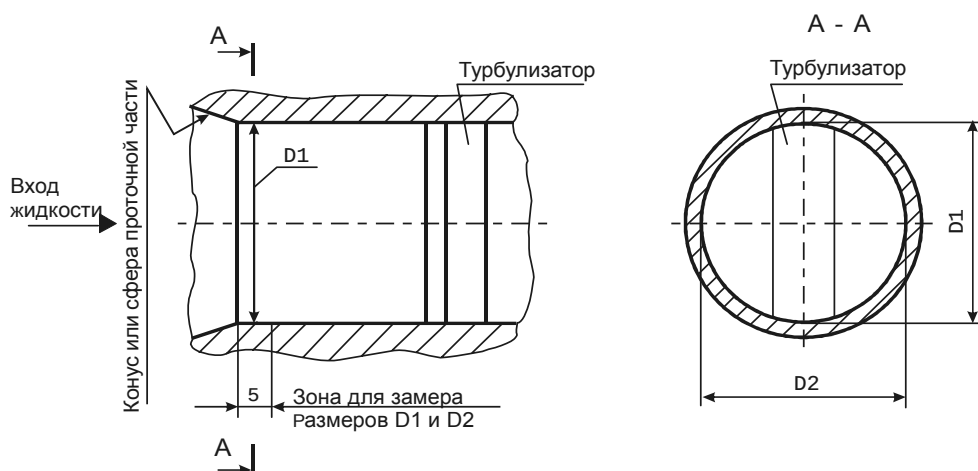

Рисунок 8.1 – Измерение размеров проточной части преобразователя
8.9.2.1 Проводят измерение размеров проточной части преобразователя расхода в соответствии с рис. 8.1 в следующей последовательности: